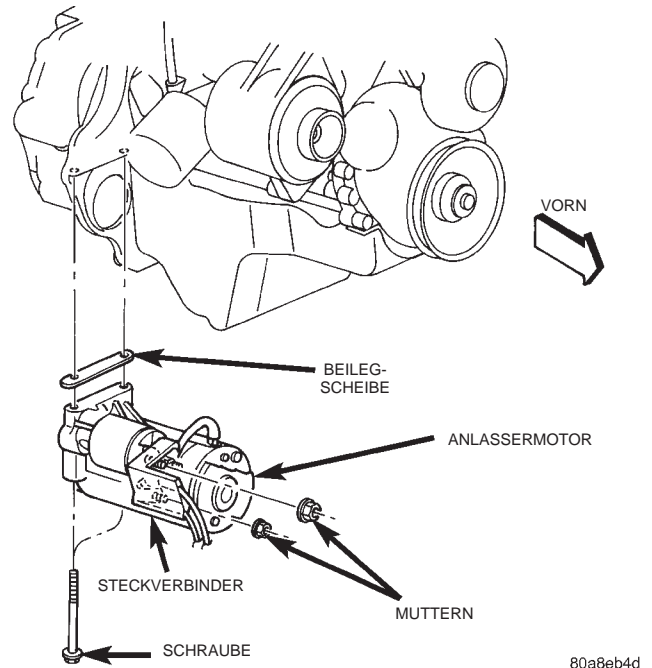

Abb. 12 Anlassermotor aus- und einbauen—2.5L-Motor
(1) Batterie-Minuskabel (-) abklemmen und elektrisch isolieren.
(2) Fahrzeug anheben und sicher abstützen.
(3) Den Anlassermotor mit einer Hand abstützen und mit der anderen Hand die beiden Schrauben lösen, mit denen der Anlassermotor am Motorblock befestigt ist block (Abb. 12).
(4) Anlassermotor so weit vom Motorblock ablassen, daß die Mutter zugänglich ist, mit der die Öse des Magnetschalterkabels am Stehbolzen des Magnetschalteranschlusses befestigt ist. Mutter lösen. Der Anlassermotor muß während des gesamten Vorgangs abgestützt werden; er darf keinesfalls frei am Kabelbaum hängen.
(5) Die Mutter lösen, mit der die Öse des Batterie-kabels am Stehbolzen des Batterieanschlusses befestigt ist. Der Anlassermotor muß während des gesamten Vorgangs abgestützt werden; er darf keinesfalls frei am Kabelbaum hängen.
(6) Ösen des Batteriekabels und des Magnetschalterkabels von den Stehbolzen an den Anschlüssen abnehmen.
(7) Anlassermotor sowie alle eventuell angebauten Beilegscheiben aus dem Motorraum nehmen.